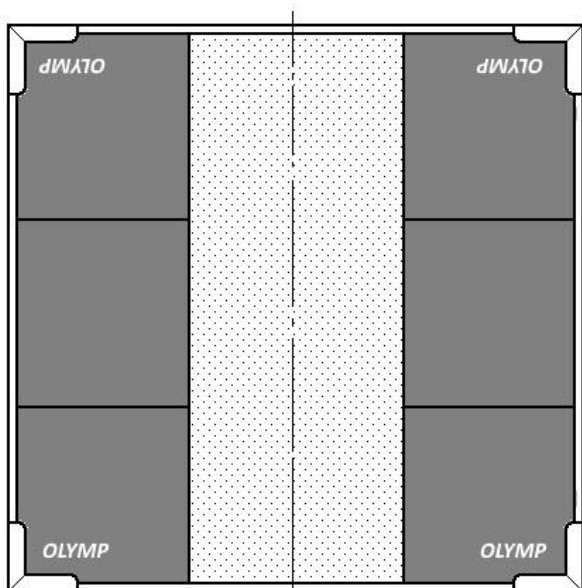

Рис.3
3.1.5. Уложить на помост панели из регупола в соответствии со схемой (*рис.3*).